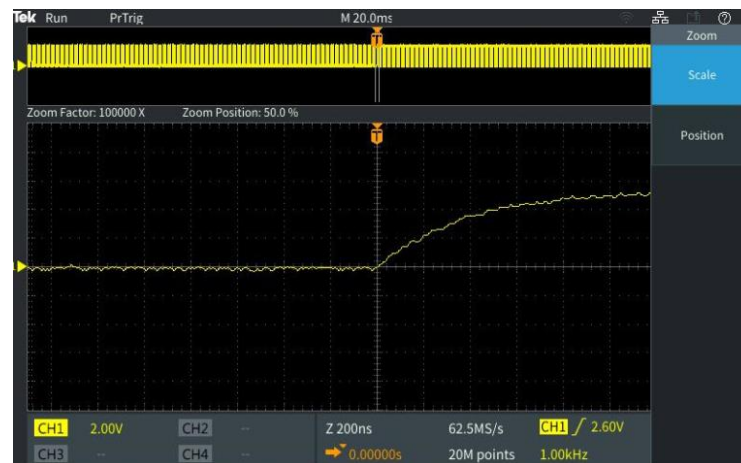

图 8. 放大一个上升沿
5. 打开 **MPK** 来改变放大尺寸为 **1X** 到 **100000X**。观察触发信号边沿的变化情况 (图 8)。